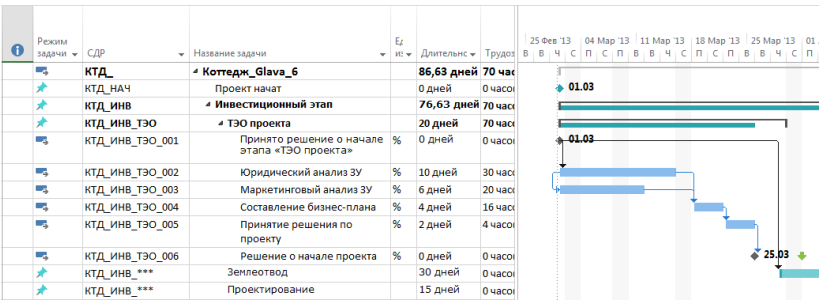

Рисунок 5.6 – Рассчитанный этап «ТЭО проекта»
4. Пересмотреть типы связей и задать опережения, т.е. пересмотреть порядок выполнения работ. Например, в данном случае, можно задачи «Юридический анализ ЗУ» и «Маркетинговый анализ ЗУ» сделать параллельными. Также нужно протянуть связь между задачами «Юридический анализ ЗУ» и «Составление бизнес-плана». Как мы и поступаем, Рисунок 5.6.